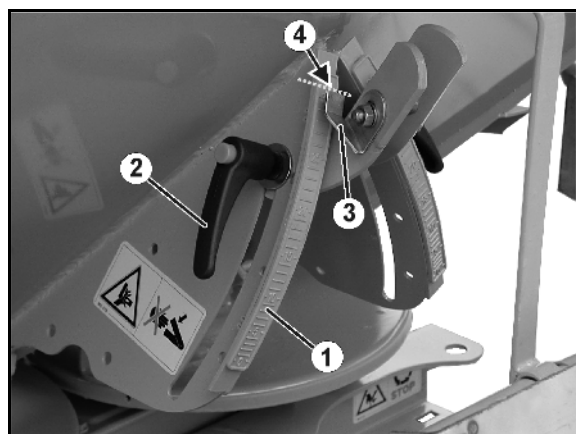

図 65
2. 蝶ナット (図 65/1) を外します。
3. 目盛り (図 65/2) において、散布表に記載されていた、あるいはキャリブレーション装置で検出したシャッター位置用の目盛り値を探してください。
4. 両設定レバー (図 65/4) の読み取りエッジ (図 65/3) をこの目盛り値に設定します。
5. 蝶ナット (図 65/1) を再びしっかり締め付けます。